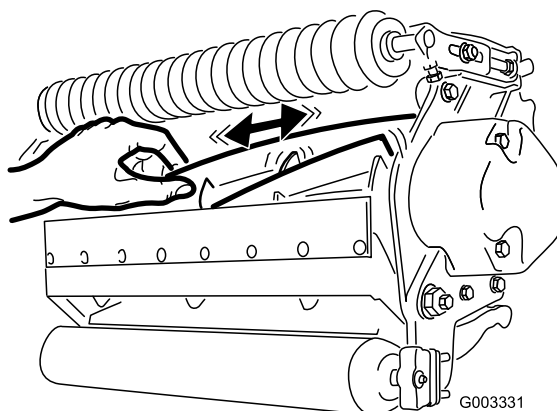

図 28
2. ボロ布を厚く巻くか丈夫なパッドのついた手袋をして、Cuttingユニットの刃の部分をつかみ、リールを左右に揺すってガタがあるかどうかを調べる図 28。